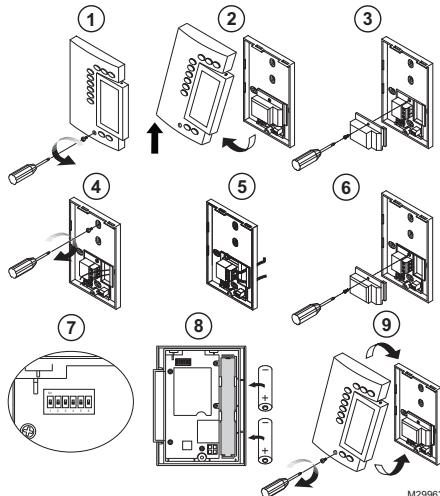

Fig. 1. Installation steps.
1. Loosen the captive screw securing the front module to the rear module as shown in Fig. 1.
- Desserrer la vis captive fixant le module avant au module arrière, comme illustré dans la Fig. 1.